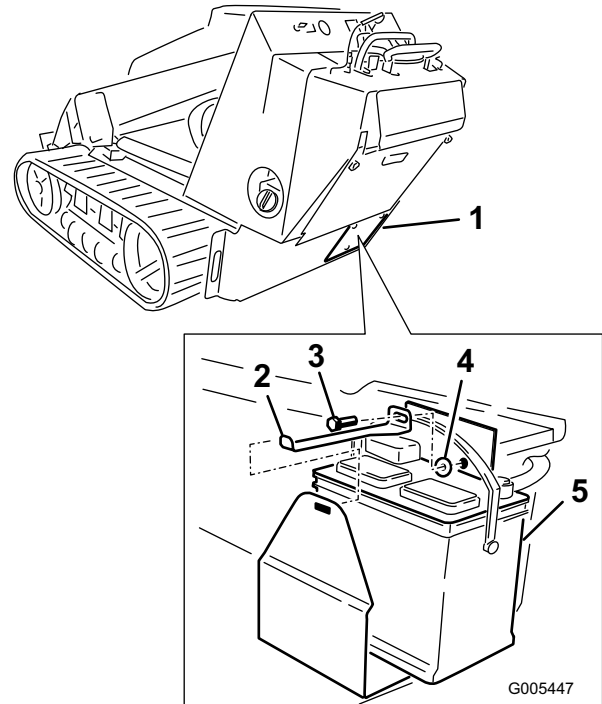

Bild 2
2. Nehmen Sie die Batterie aus der Maschine heraus (Bild 2).
1. Entfernen Sie die Batterieabdeckung (Bild 2).